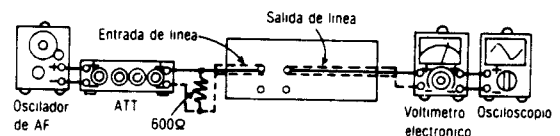

Fig. 7
1. La conexión del equipo de prueba se muestra en la Fig. 7.
6. Si no está dentro de la estandard, ajustar RV3 (CH-I) (RV4 (CH-D)) y repetir el paso (2), (3) y (4) hasta que la salida esté dentro de la estandard.